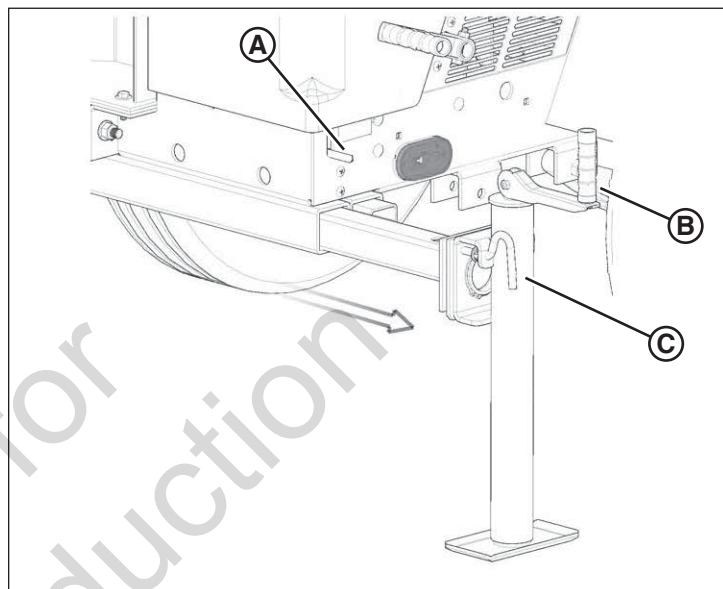
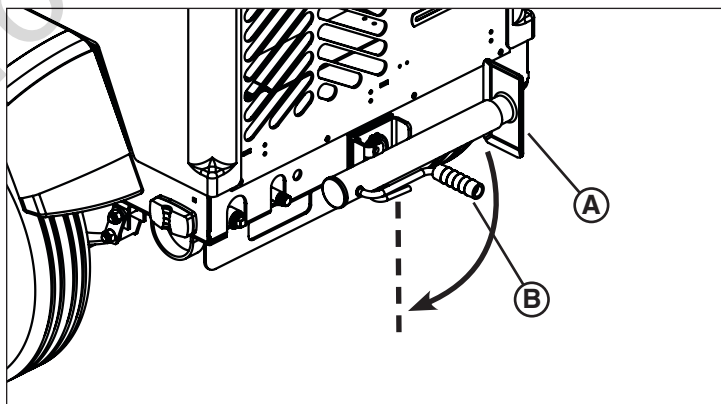
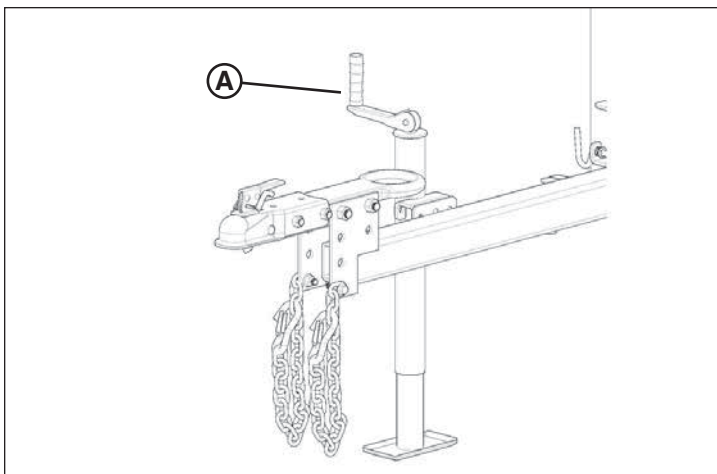

Рисунок 17
Рисунок 18
Рисунок 19
3. Выдвиньте передние стабилизаторы выносных опор, зафиксируйте их с помощью стопорного штифта выносной опоры (А, рис. 17).
4. Поверните каждый домкрат стабилизатора выносной опоры перпендикулярно земле и зафиксируйте его с помощью штифта домкрата (С, рис. 17). Повторите эти шаги с задним домкратом стабилизатора выносной опоры (А, рис. 18).
5. Отрегулируйте каждый домкрат стабилизатора (В, рис. 17 и 18) и домкрат дышла (А, рис. 19) для надлежащего выравнивания.